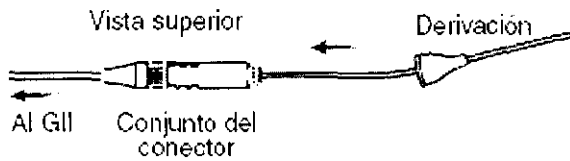

FIGURA 19
3. Inserte con cuidado el extremo terminal de la derivación en el conector del alargador de la derivación. Asegúrese de que todos los contactos estén bien colocados en el conector (ver Figura 19).